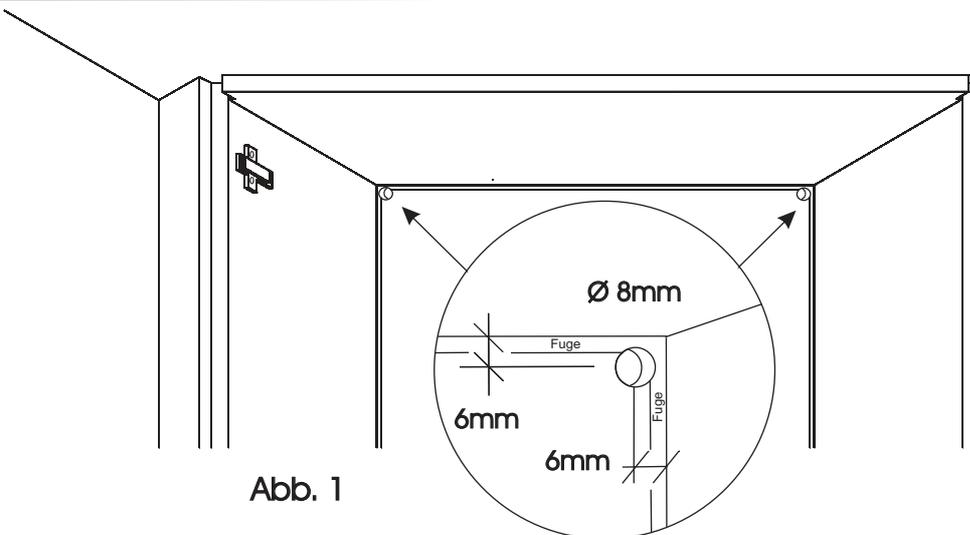

Abb. 1
1. Bohren Sie in der rechten und linken oberen Ecke (Abb. 1) mit einem 8mm Bohrer durch die Rückwand. Diese Bohrung benötigen Sie zur Verlegung der Anschlussleitungen. (Abb. 1)
2. Die Beleuchtung wird Ihnen mit einem Winkelprofil geliefert. Bedingt durch den Ausgang der Zuleitung gibt es ein rechtes und ein linkes Profil. Achten Sie darauf, dass die Kabel der Beleuchtung nach oben geführt sind. (Abb. 1) Ziehen Sie die Anschlussleitung der Leuchte durch die Bohrung.
1. Der Schalter wird an der Hinterkante einer Außenseite des Möbels montieren. Die Position ist frei wählbar. Schieben Sie den Berührungsschalter auf und fixieren Sie diesen mit Hilfe der bereits vormontierten Schraube am Schalter. (Abb. 1)